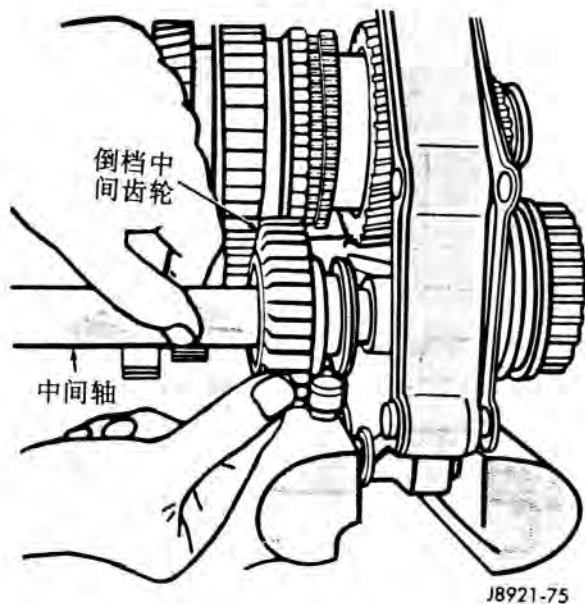

图 75 安装倒档中间齿轮和中间轴
(2) 把倒档中间齿轮安装到倒档中间齿轮轴上。然后把轴和齿轮安装到中间隔板上 (图 75)。安装倒档中间齿轮轴锁板并用 18 牛·米 (13 磅·英尺) 的扭矩紧固螺栓。